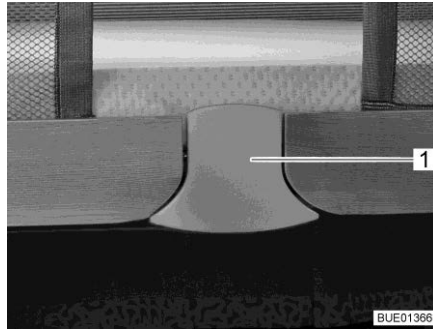

Fig. 119 Déverrouillage
- Retirer la plaque de déverrouillage (Fig. 119,1) par le bas. Le dispositif de verrouillage est alors débloqué.